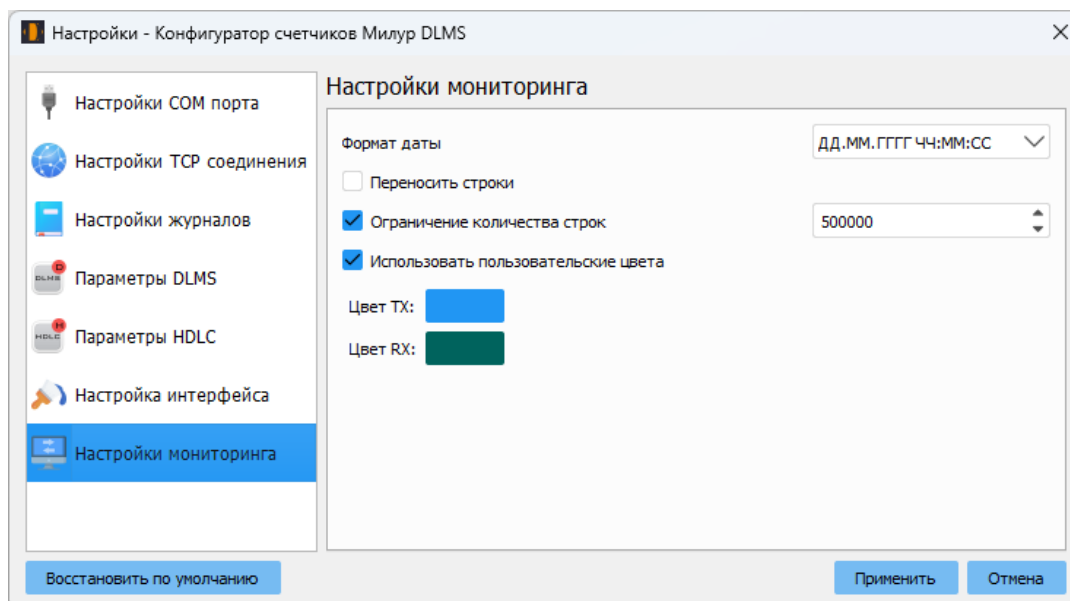

Рисунок 9
4.2.7 «Файл» → «Настройки» → «Настройка мониторинга» (рисунок 9).